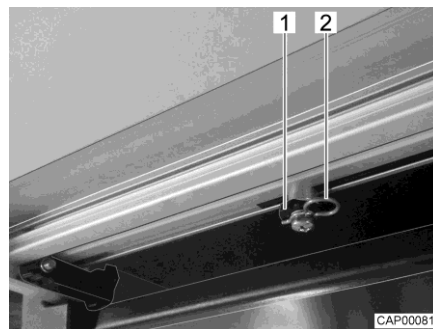

Fig. 2 Tige d'entraînement (marchepied)
- Sur la partie inférieure du marchepied, retirer les deux clips de fixation (Fig. 2,2) sur les tiges d'entraînement (Fig. 2,1).